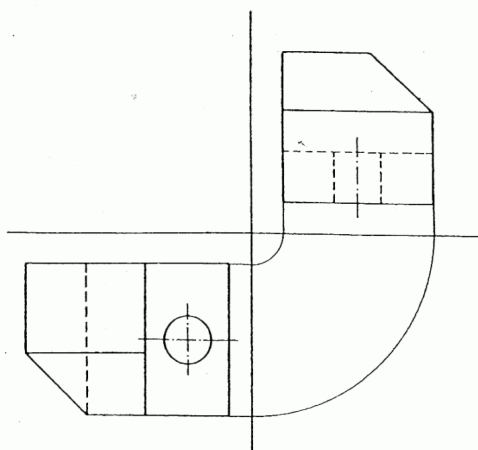

Figura 4.
- Esercizio n.2 Nella Figura 4 sono disegnate la vista da sinistra e la vista dall'alto di un particolare meccanico. Si richiede di determinare la vista anteriore mediante proiezioni ortogonali.